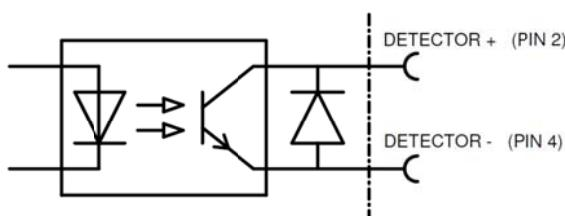

Figure 4, connexions du Perfomaster
- Connecter le câble d'alimentation comme illustré à la Figure 4.